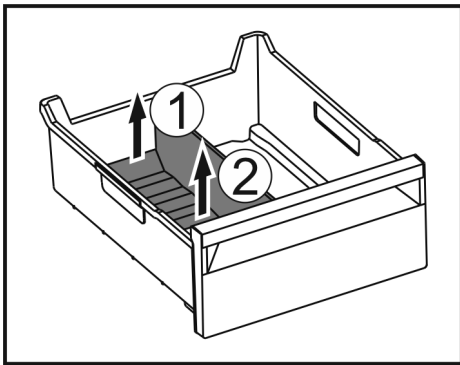

Fig. 213
- ▶ Приподнимите заднюю часть разделителя отделения для льда. Fig. 213 (1)
- ▶ Извлеките разделитель отделения для льда движением вверх. Fig. 213 (2)